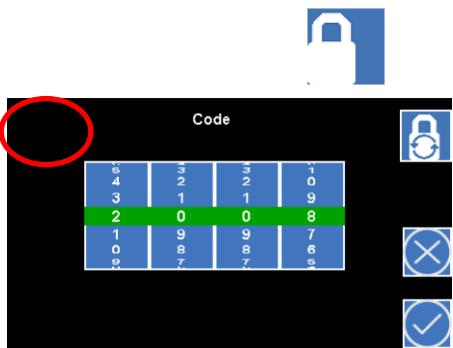

Abbildung 9
4. Geben Sie mit den Codierrädern den Code 2 0 0 8 ein und drücken Sie in die linke obere Ecke des Displays (siehe Abbildung 9).